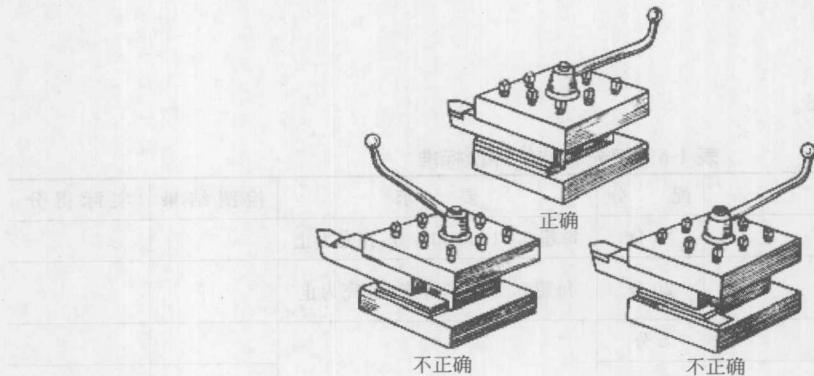

图 1-3 车刀的装夹
2) 车刀下面垫片的数量应尽量少(一般为 1~2 片), 并与刀架边缘对齐, 且至少用两个螺钉平整压紧, 以防振动, 车刀的装夹如图 1-3 所示。